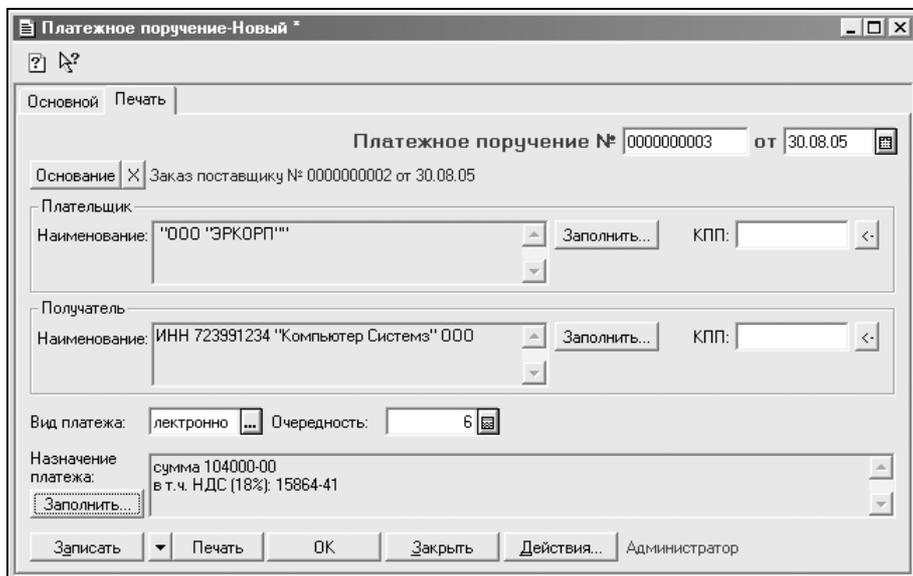

Рис. 6.29. Диалоговое окно платежного поручения. Вкладка Печать
3. В диалоговом окне **Платежное поручение** на вкладке **Печать** (рис. 6.29) произведите следующие действия.